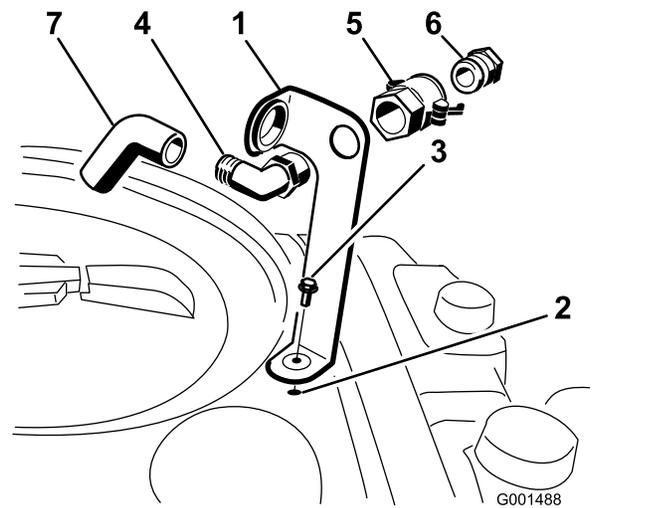

Figura 3
un perno con arandela prensada (5/16" x 3/4"), tal y como se muestra en la Figura 3.
sobre el mismo el conector rápido para fijarlo en el soporte (Figura 3).
3. Instale el adaptador de manguera en el conector rápido (Figura 3).
4. Bloquee el adaptador en su sitio basculando las palancas hacia el adaptador y, a continuación, fíjelas con los pasadores de horquilla (Figura 3).
5. Instale la manguera antisifónica a través de la abertura grande en el soporte y en el extremo de espiga del acoplamiento de codo de 90° (Figura 3).